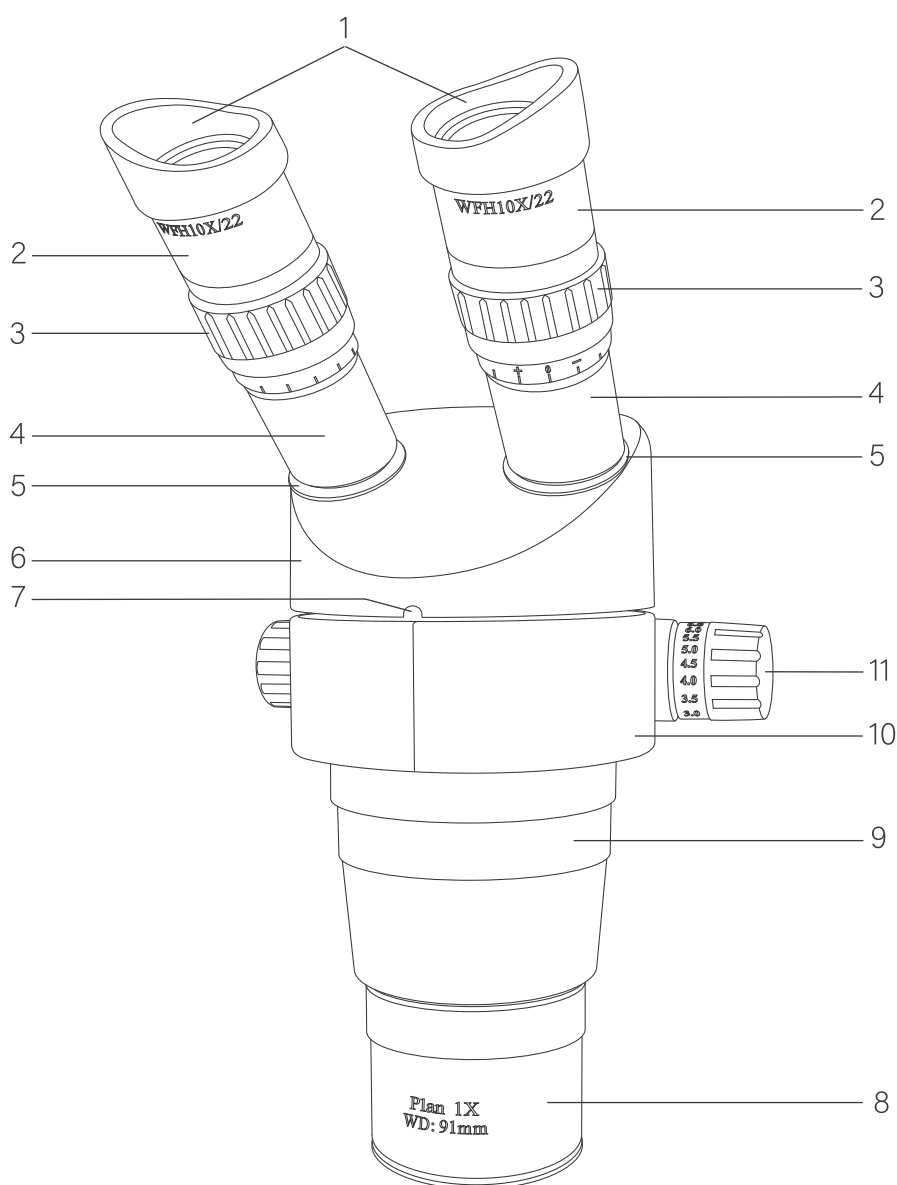

Рис. 1. Стереоскопическая оптическая головка Микромед MC-6-Zoom.
Полная комплектация оптической головки указана в разделе 8 данного Руководства. Общий вид представлен на рис. 1.
В комплект поставки оптической головки входит объектив Plan 1x 8 (рис. 1) с планахроматической коррекцией, постоянным увеличением 1x и рабочим расстоянием 91 мм. Использование объектива Plan 1x и окуляров WFH 10x/22, входящих в базовый комплект позволяет получать общее увеличение оптической головки в пределах 8x – 80x. По дополнительному заказу оптическая головка может быть укомплектована объективами Plan 0.5, Plan 0.7 и насадкой на объектив Plan 1.5.
В базовый комплект поставки микроскопа входят окуляры широкого поля WFH 10x/22 с увеличением 10x и размером поля зрения 22 мм. Вынесенный выходной зрачок окуляров позволяет вести комфортное наблюдение как в очках, так и без них. Для предотвращения попадания в окуляры бокового света при наблюдении, в базовый комплект поставки входят резиновые наглазники 1 (рис. 1). Исходя из задач, микроскоп может быть доукомплектован окулярами SWF 15x/17, SWF 20x/14, SWF 30x/9 и окулярами с сеткой. При смене окуляров изменяется общее увеличение микроскопа и размер поля зрения. Рабочее расстояние при этом остается неизменным.
- Наденьте на окуляры резиновые наглазники 1 (рис. 1).
- Вставьте окуляры 2 (рис. 1) в тубусы 4 (рис. 1).
- Вверните по резьбе объектив 8 (рис. 1) в отверстие головки трансфокатора 10 (рис. 1).
- Наблюдая в левый окуляр и закрыв при этом правый глаз, вращением кольца диоптрийной коррекции 3 (рис. 1) левого тубуса добейтесь резкого изображения объекта в левом окуляре. Рукоятки фокусировки вращать при этом не нужно.
- Наблюдая в правый окуляр и закрыв при этом левый глаз, вращением кольца 3 (рис. 1) правого тубуса добейтесь резкого изображения объекта в правом окуляре.
- Установите максимальное увеличение, для этого поверните рукоятку 11 (рис. 1) в положение 8.
- Установите минимальное увеличение, повернув рукоятку 11 (рис. 1) в положение 0,8 и повторите процедуру фокусировки и настройки окуляров.
Увеличение объектива стереомикроскопа соответствует цифре на рукоятке 11 (рис. 1), расположенной напротив штриха.